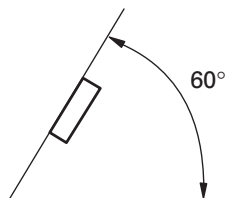

Fig. 4
- L'angle de l'installation, ne doit pas dépasser 60° par rapport à l'horizontale, faute de quoi l'unité ne fournira pas ses performances optimales. (Fig.4)